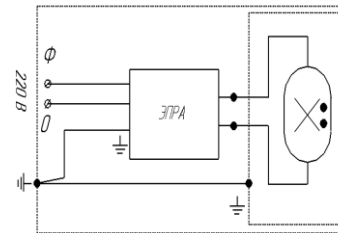

Рисунок 2
5.4 Присоединить провода сети к клеммной колодке согласно схеме включения (рисунок 2), заземляющий провод - к клемме заземления в клеммной колодке. Провода закрепить в зажиме для проводов.